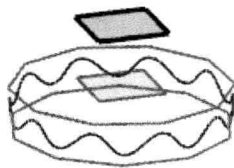

图 1.2.4 基准平面 1
Step5. 创建图 1.2.4 所示的基准平面 1。选择下拉菜单 **插入(S)** → **基准/点(D)** → **基准平面(P)...** 命令；在 **类型** 区域的下拉列表中选择 **按某一距离** 选项, 在绘图区选取 XY 基准平面, 输入偏移值 50。